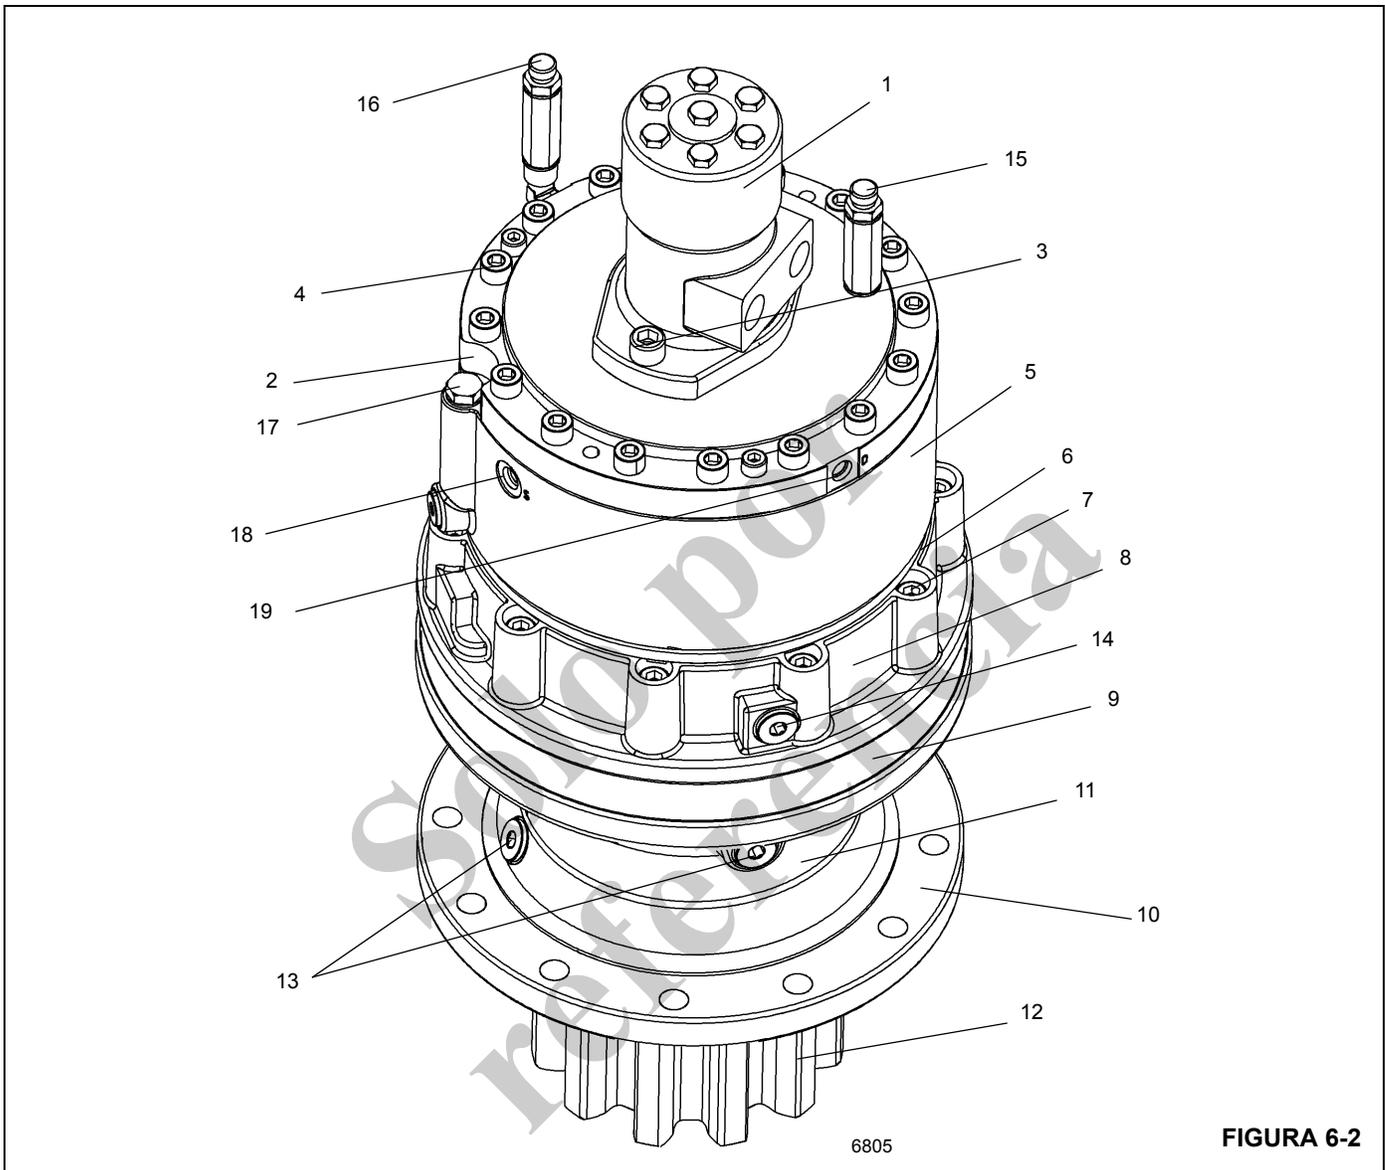

FIGURA 6-2
4. Retire los pernos (3) que fijan el motor (1) y eleve el motor de giro fuera de la placa de soporte del motor (2) (Figura 6-2). Retire y bote el anillo "O" de la ranura del freno de giro.
1. Instale el eje del motor (1) (Figura 6-2) en el chavetero después de haber instalado los anillos "O" nuevos.
2. Aplique pasta selladora Loctite® 243 a las roscas de los pernos. Instale los pernos (3) y fije el motor a la placa de soporte (2) (Figura 6-2). Apriete los pernos de 85 a 103 Nm (44 a 72 lb-pie).
NOTA: Los números que aparecen entre paréntesis en los procedimientos de desarmado y armado se refieren a la Figura 6-2.
2. Desenrosque los pernos de cabeza hueca (4) que fijan el conjunto del freno. Retire todo el conjunto de freno (2) y (5) como una sola pieza (Figura 6-2) y después saque el anillo "O".
3. Retire la corona dentada de primera etapa (6).
4. Saque los pernos de cabeza hueca (7) y retire la brida de conexión (8)
5. Retire la corona dentada de segunda etapa (9) y las espigas (10) una vez que se haya retirado el conjunto de planetarios de segunda etapa como un grupo completo.